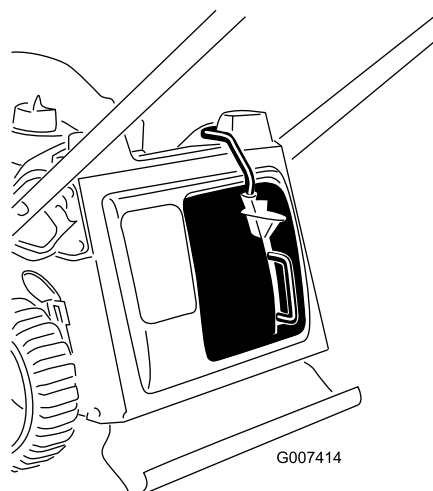

Bild 10
3. Lassen Sie die Taste am Hebel los und stellen Sie sicher, dass die Oberseite des Hebels ganz im Schalterkanal liegt (Bild 10). **Wenn die Hebeloberseite nicht im Schalterkanal liegt, springt die Maschine nicht an.**